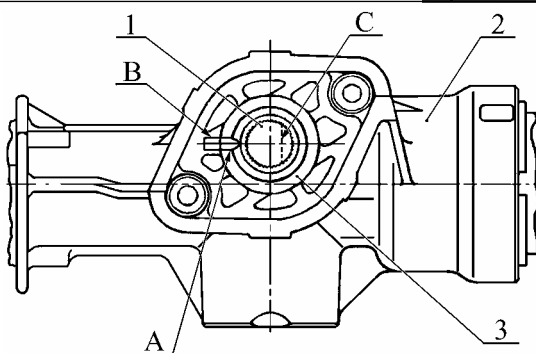

Рис.2. Проверка положения шестерни рулевого механизма ВАЗ-1118:
2.2.1 Установить внутренние наконечники 7 рулевых тяг в среднее положение, соответствующее прямолинейному движению автомобиля. При этом, метка "А", рис.2, на пыльнике 3 шестерни должна находиться напротив метки "В" на картере, а лыска "С" шестерни должна занять вертикальное положение с правой стороны по ходу движения автомобиля.